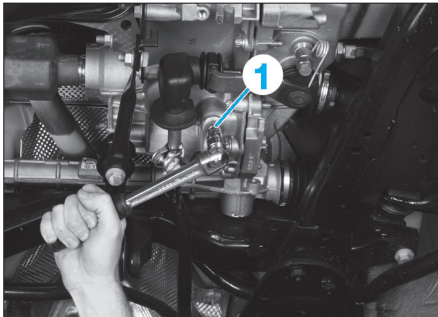

Fig. 1
- Déposer le bouchon (1) (Fig.1).